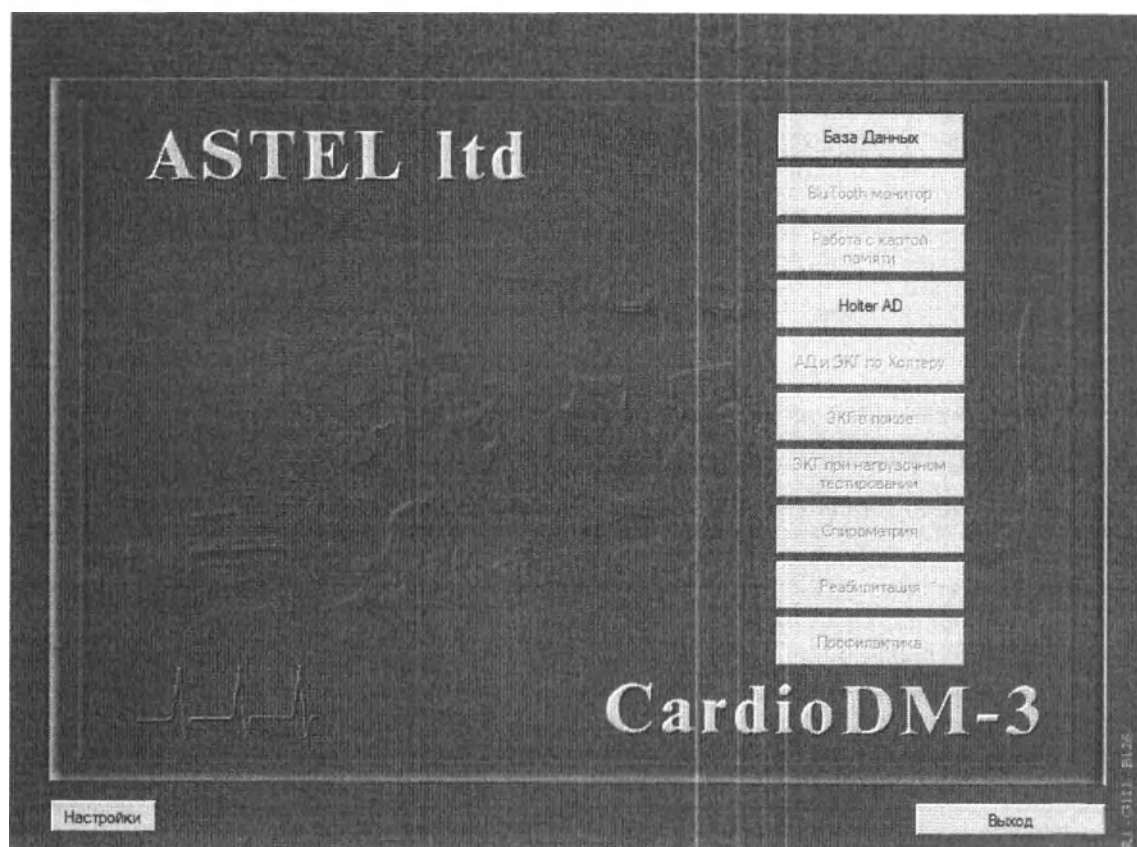

Рис. 15. Главное окно программы «КАРДИО-АСТЕЛ»
2. В главном окне программы нажмите на кнопку «База Данных» (Рис. 15)